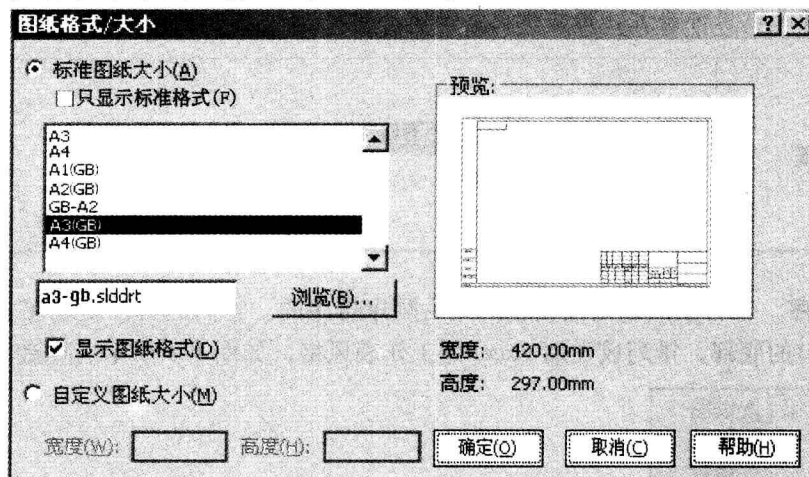

图 1-11 创建新的工程图
创建一个新的工程图文件，选择【标准图纸大小】，不勾选【只显示标准格式】选项，选择【A3 (GB)】标准的图纸格式，如图 1-11 所示。